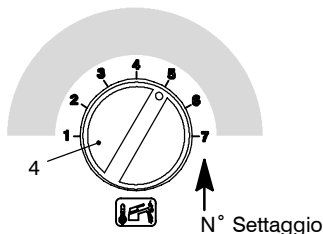

fig. 7.8
- 13 Per visualizzare il settaggio impostato tenere premuto il pulsante di ripristino 6 in fig. 7.6 per circa 5 secondi. Le spie di segnalazione 3 in fig. 7.6 lampeggeranno un numero di volte pari al settaggio (fig. 7.8).
- 14 Per cambiare il settaggio ruotare la manopola regolazione temperatura sanitari 4 in fig. 7.6 e posizionarla nella **posizione** prescelta fig. 7.8 vedi anche tab. 7.5 (nella figura es. manopola settata per **posizione 5**), la lampada di segnalazione blocco 7 in fig. 7.6 lampeggia velocemente.